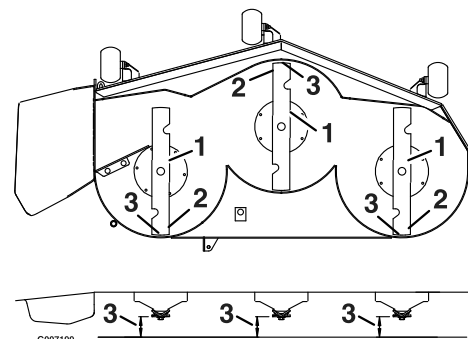

Bild 52
8. Drehen Sie die Messer vorsichtig, sodass sie in Längsrichtung zeigen (Bild 52).
9. Messen Sie zwischen der Messerspitze vorne und hinten und der ebenen Fläche (Bild 52). Stellen Sie die vorderen Mähwerkhängeprofile ein, wenn die vordere Schnittmesserspitze nicht um 1,6–7,9 mm tiefer liegt als die hintere.